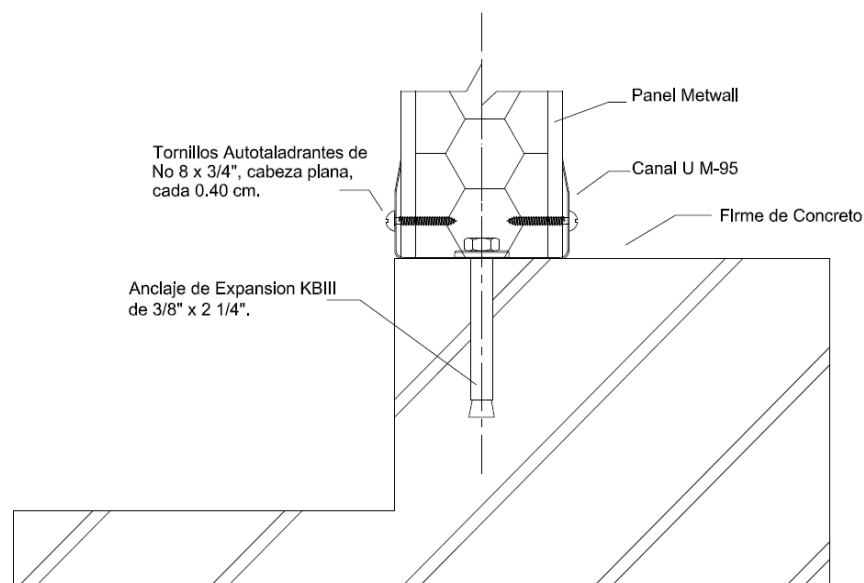

Fig. 3
- 4.3.1** Perfil de base, debe ser colocado perfectamente horizontal y tiene que ser de dimensiones adecuadas para sostener el peso del panel por que los estribos de fijación permiten un deslizamiento vertical de los paneles que requieren un adecuado soporte a la base. Fig. 3